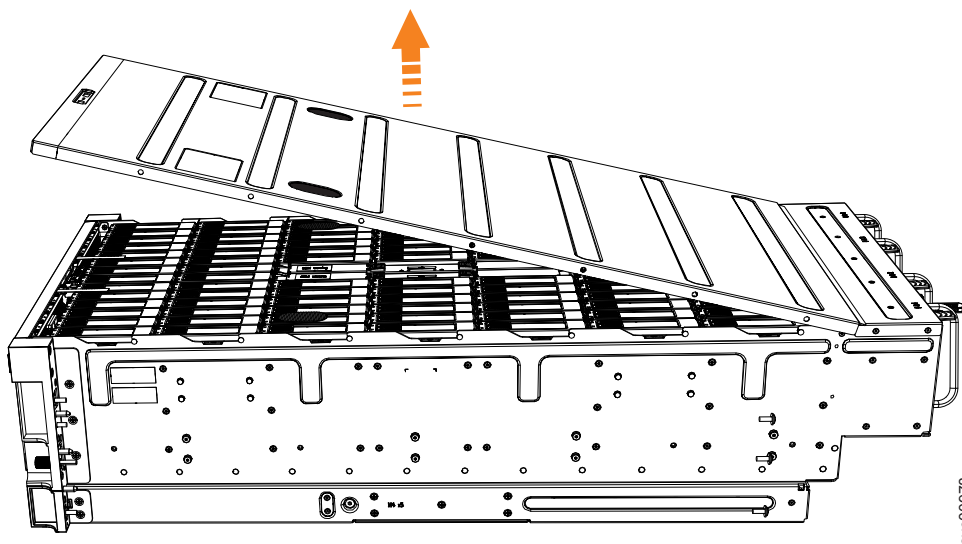

Figura 53. Removendo a Tampa do 2145-92F
4. Levante a tampa com cuidado, conforme mostrado em Figura 53 na página 62.